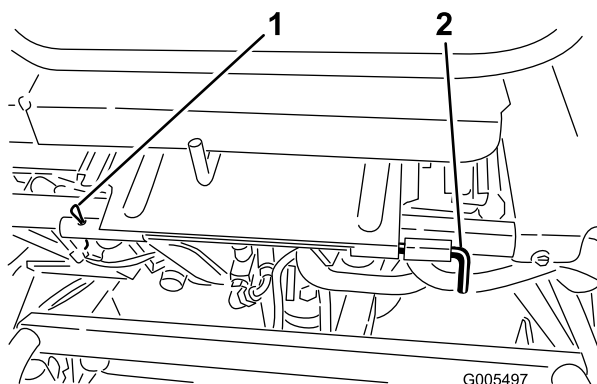

Figura 9
8. Instale el conjunto del asiento en la posición de operación (Figura 9). Instale la varilla de pivote del asiento y el pasador cilíndrico.